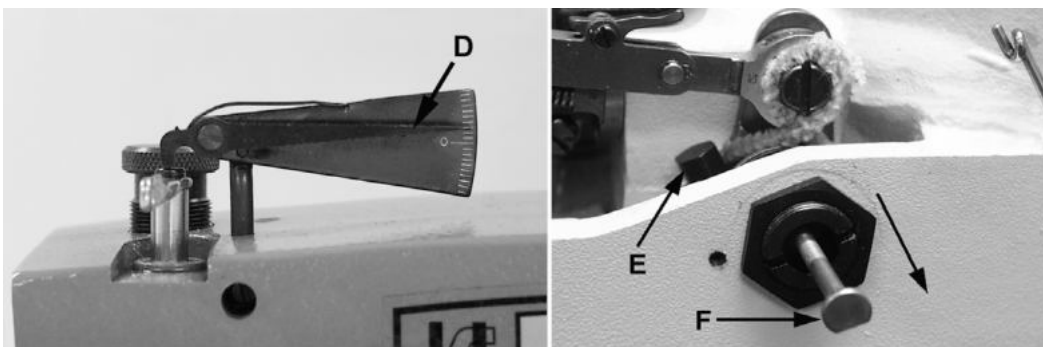

Fig. 3A
f the pointer (D) on the indicator reads above the „0“ (Fig. 3A), loosen screw (E) in the looper drive lever and pull screw (F) (99271), slightly towards the operator. Retighten screw (E) in the looper drive lever and recheck the synchronization as outlined above. Repeat as necessary to obtain proper synchronization.
Falls der Zeiger (D) an der Anzeige über „0“ (Fig. 3A) ist, lösen Sie die Schraube (E) im Greiferantriebshebel und ziehen Sie die Schraube (F) (99271) geringfügig zur Bedienperson. Ziehen Sie die Schraube (E) im Greiferantriebshebel wieder an und kontrollieren Sie die Synchronisation, wie oben beschrieben. Wiederholen Sie dies, falls notwendig, um eine korrekte